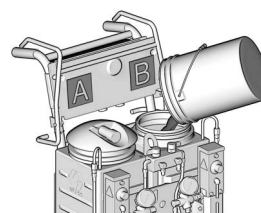

图 8 用树脂注满料桶 B
5. 取下 B 桶的盖子，将树脂注入 B 桶（蓝色一侧）。参见图 8.